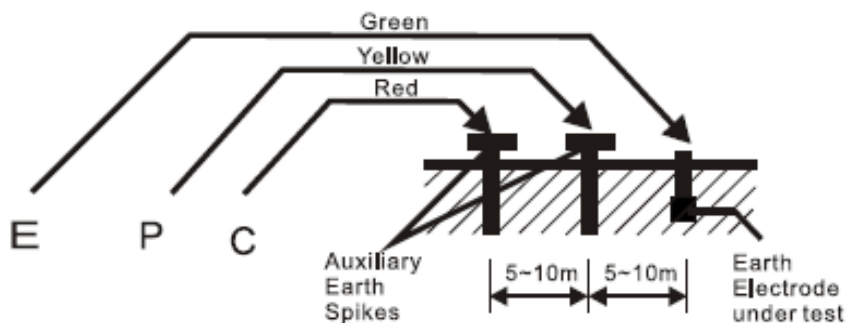

Fig.1
- a. Conecte los cables de prueba verde, amarillo y rojo a los terminales del instrumento E, P y C con las puntas de tierra P1, C1 introducidas en la tierra "EN LÍNEA RECTA" (Fig.1)
* Siga la conexión adecuado como en la Fig.1.